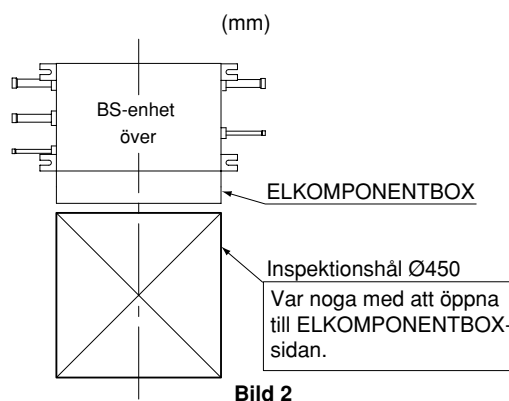

Bild 2
- Platser där ett inspektionshål (se bild 2) kan installeras i ELKOMPONENTBOX-sidan (se kommentar).